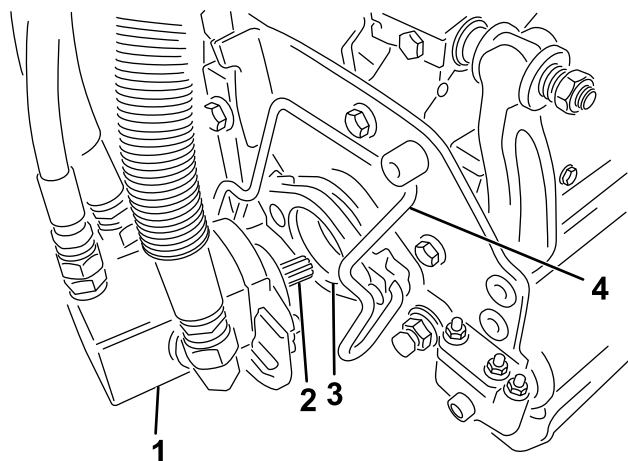

Figura 34
5. Spalmate del grasso pulito sull'albero scanalato del motore dell'apparato di taglio (Figura 34).
6. Inserite il motore nel lato sinistro dell'apparato di taglio (come mostrato dalla posizione dell'operatore) e tirate la barra di fissaggio del motore sull'apparato di taglio verso il motore stesso fino a udire chiaramente uno scatto da ambo i lati del motore (Figura 34).